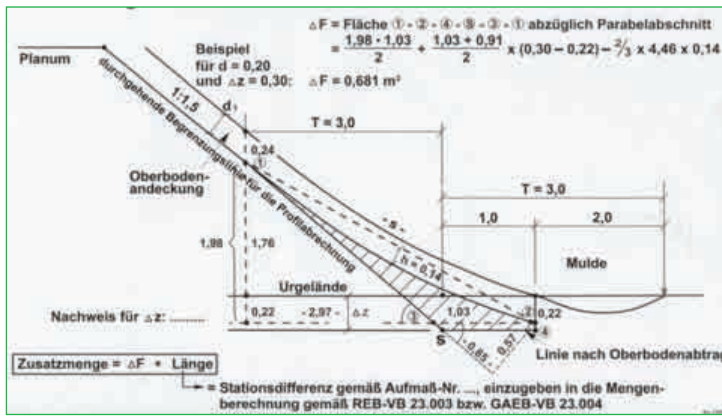

Abb. 7: Zusatzmenge Dammeinbau am ausgerundeten Dammfuß bis zur Mulde innerhalb von T (Quelle: AK Bauabrechnung 2004, DEGES-Arbeitsblatt)
- Mulde am Dammfuß, Festlegung der Lage der Mulde, ob diese innerhalb oder außerhalb von T liegt (siehe Abbildung 7)